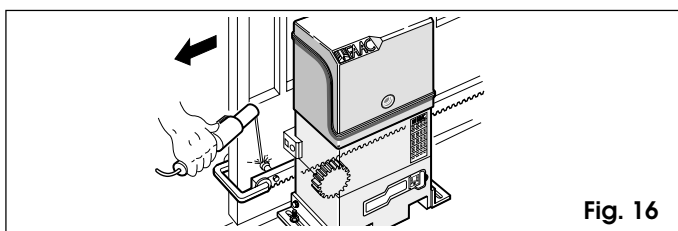

Fig. 16
- 3) Appoggiare sul pignone il primo pezzo di cremagliera a livello e saldare il nottolino filettato sul cancello come indicato in Fig.16.